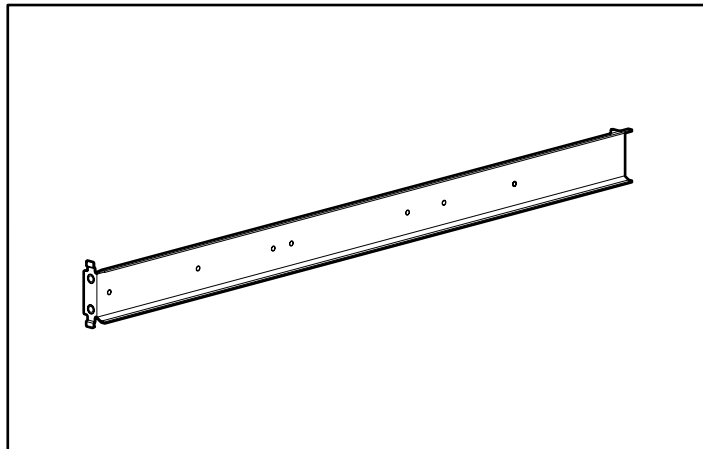
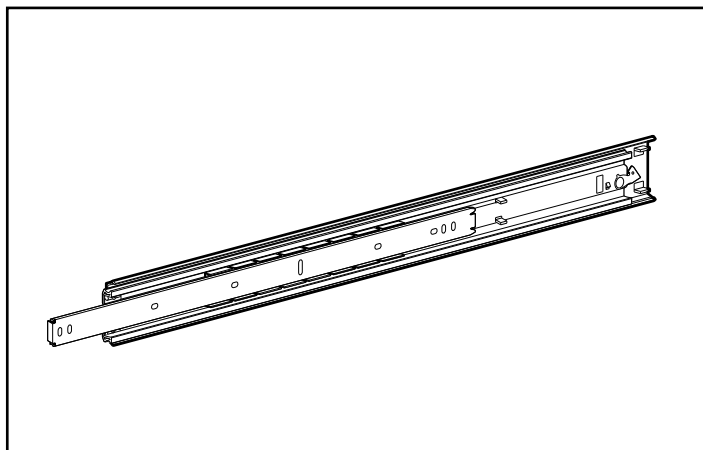

図3-1: レール マウンティング ブラケット
図3-2: スライド レール アセンブリ (外側のブラケット レールと内側のコンポーネント レール)
- 22インチ スライド レール アセンブリ（1組）、ブラケット レールおよびコンポーネント レールで構成されます。ブラケット レールは、ラック マウンティング ブラケットに取り付けます（図3-1を参照）。コンポーネント レールは、本体に取り付けます（図3-2を参照）